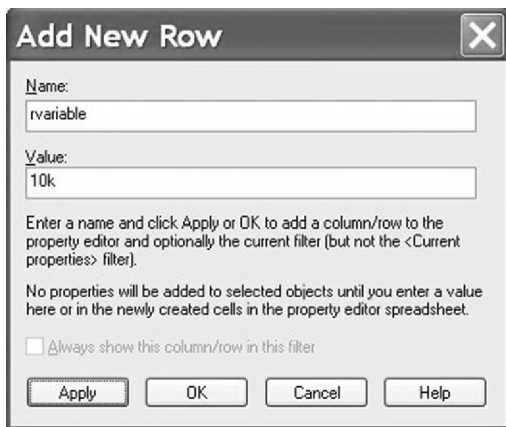

图 5.8 创建全局参数
5. 根据属性编辑器的显示形式 (行或列) 选择单击 **New Row** 或者 **New Column**，以添加新参数。如图 5.8 所示，创建一个新参数，名称为 **rvariable**，参数值为 10k。该电路设置了一个全局参数，名称为 **rvariable**，默认值为 10k $\Omega$ 。如果电路未进行参数扫描分析，该默认值即为电阻的阻值。单击 OK 按钮对设置进行确定，切记不要退出属性编辑器。